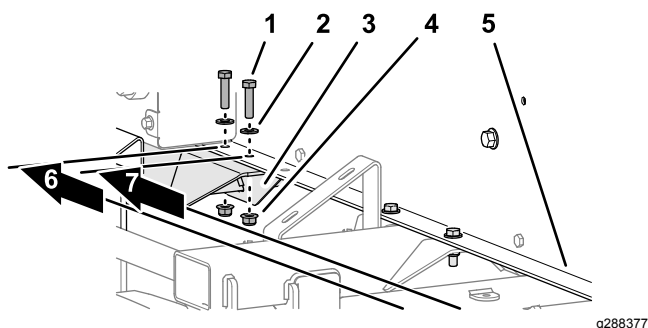

Figura 13
1. Misurate 146,5 cm e 151,6 cm dalla protezione di lavaggio ai fori nella guida (Figura 13).
2. Montate la guida alla staffa asolata della traversa posteriore (Figura 10 e Figura 13) con 2 bulloni senza dadi (5/16" x 1 1/4"), 2 rondelle (5/16") e un dado di bloccaggio flangiato (5/16").